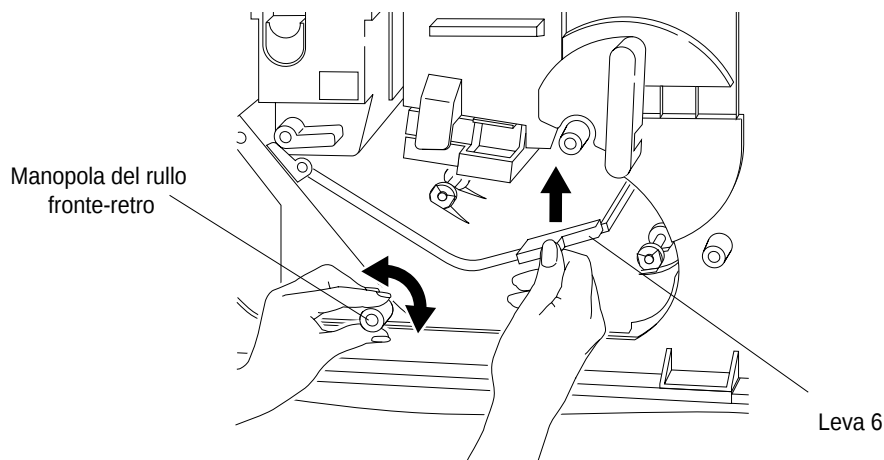

Figura 3-54 Come liberare la carta inceppata nell'unità fronte-retro
1. Aprire la porta e individuare la leva 6 come mostrato nella Figura 3-54.